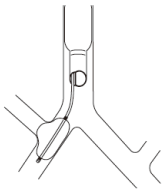

Abb. 9
- Für rechte Thorakotomie positionieren und befüllen Sie die Blockermanschette so, dass sie leicht in den Oberlappenbronchus eindringt. Dies hilft, die Blockermanschette in Position zu bringen und den rechten Hauptstammbronchus sicher zu blockieren (Abb. 9).